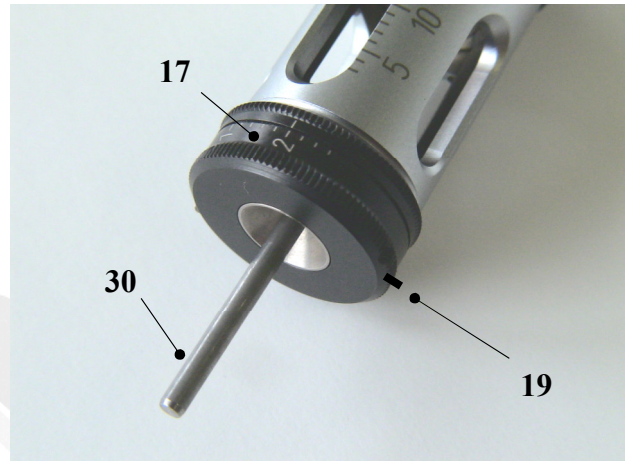

Abbildung 21
- Durch drehen der Zentrierskala (**17**) Zentrierbacken (**25**) ganz öffnen und Kalibrierstift (**30**) einlegen. Danach durch drehen der Zentrierskala (**17**) die Zentrierbacken bis auf den Kalibrierstift (**30**) schliessen (Abbildung 21).